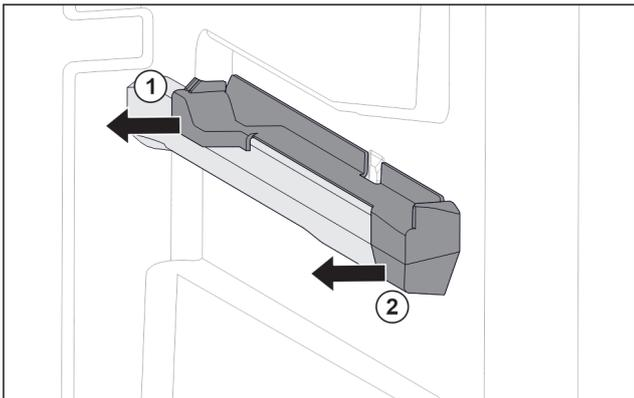

Fig. 23 Aufsteckteil auf der rechten Behälterraupe
- ▶ Aufsteckteil unten hinten greifen. Fig. 23 (1)
- ▶ Aufsteckteil hinten zur Seite abziehen. Fig. 23 (1)
- ▶ Aufsteckteil vorne zur Seite abziehen. Fig. 23 (2)